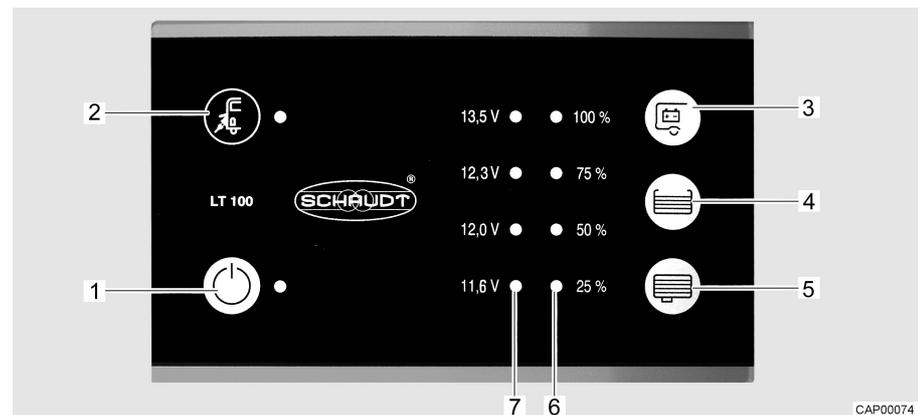

Bild 69 Panel (LT 100)
Die gelbe LED beim Symbol Netzanschluss  (Bild 69,2) leuchtet, wenn das Fahrzeug an eine externe Netzversorgung angeschlossen ist. Die LED leuchtet dann auch bei ausgeschaltetem Panel.
Der 12-V-Hauptschalter (Bild 69,1) schaltet das Panel und die 12-V-Versorgung des Wohnraums ein und aus.
- Schalter "⏻" (Bild 69,1) drücken: Die 12-V-Versorgung des Wohnraums ist eingeschaltet. Die LED leuchtet grün.
- Schalter "⏻" (Bild 69,1) erneut drücken: Die 12-V-Versorgung des Wohnraums ist ausgeschaltet. Die LED erlischt.
Die LED-Skala (Bild 69,7) zeigt die Batteriespannung der Wohnraumbatterie wie folgt an:
- Taste "" (Bild 69,3) drücken: Die Batteriespannung der Wohnraumbatterie wird angezeigt.
Die LED-Skala (Bild 69,6) zeigt den Füllstand des Frischwassertanks oder des Abwassertanks an.
- Taste "☰" (Bild 69,4) drücken: Der Füllstand des Frischwassertanks wird durch leuchtende LEDs angezeigt.
- Taste "☷" (Bild 69,5) drücken: Der Füllstand des Abwassertanks wird durch leuchtende LEDs angezeigt.